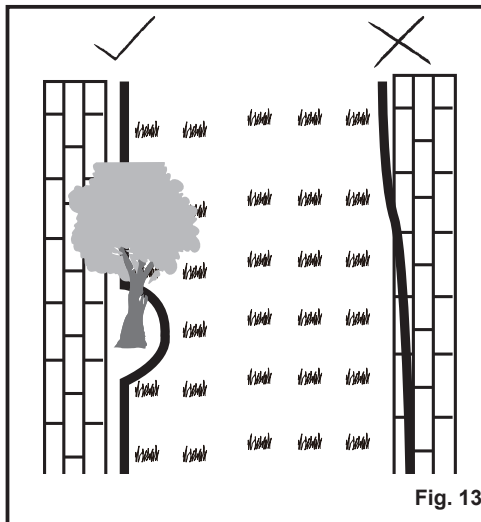

Fig. 13
4. No coloque la banda magnética fuera de la zona de césped. El cortacésped podría seguir la banda magnética y quedarse atascado (Fig. 13).